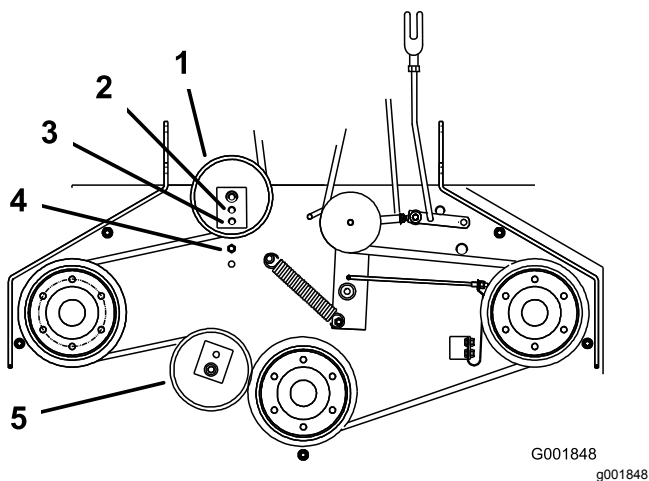

Figura 47
6. Se non vi è più spazio per regolare ulteriormente il tornichetto e la cinghia è ancora lenta, occorre posizionare la puleggia tendicinghia posteriore sul foro centrale o anteriore (Figura 47). Utilizzate il foro che fornisce la corretta regolazione.
7. Quando si sposta la puleggia tendicinghia occorre spostare anche il guidacinghia. Spostate il guidacinghia nella posizione anteriore (Figura 47).